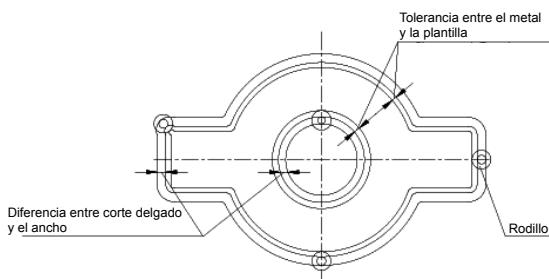

Figura 2
3. Teóricamente la línea central de la boquilla y el rodillo debería estar en la misma línea perpendicular, pero el tamaño de la plantilla no debe ser igual a la pieza de corte, por eso el tamaño de la plantilla está en una proporción directa con el radio del rodillo y el radio de la juntura de la boquilla. (Ver figura 2)